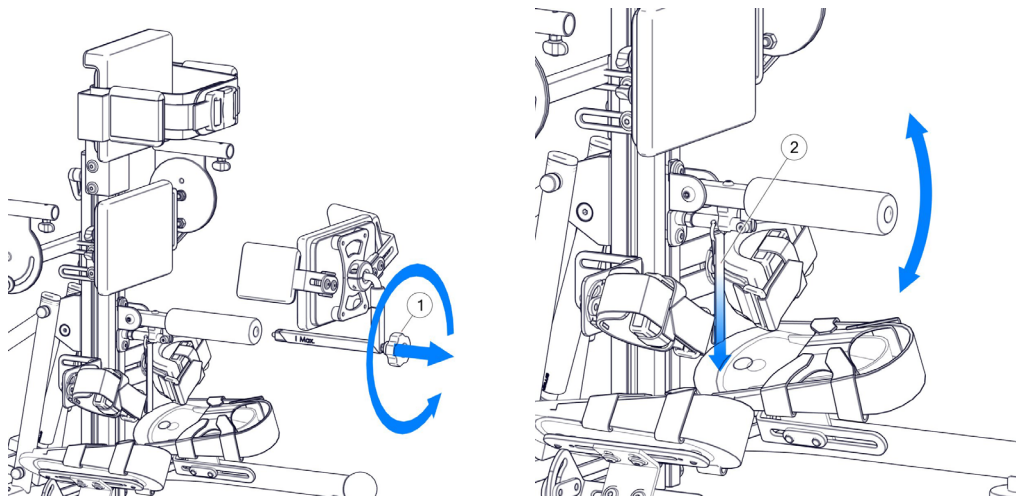
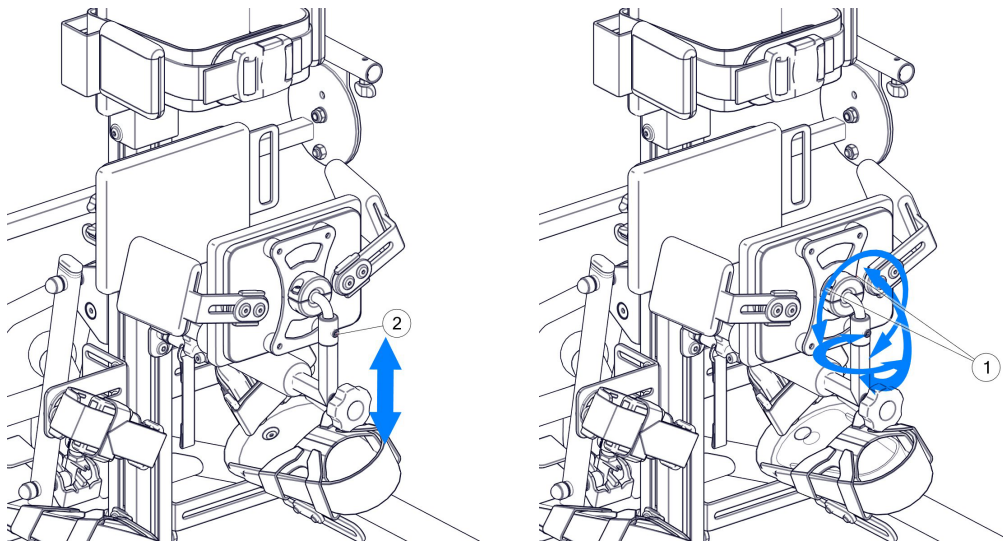

Bild28
Bild29
Siehe Abbildung 28
Nachdem Sie den Patienten in das Gerät gelegt haben, befestigen Sie die hintere Stützhalterung und blockieren Sie sie. Die hintere Stützhalterung ermöglicht eine präzise Einstellung innerhalb aller Ebenen. Nachdem Sie die Tiefe der Rückenstütze eingestellt haben, ziehen Sie den Knopf fest (1) (Abb. 28) und blockieren damit die Möglichkeit, die Rückenstütze herauszuziehen. Der maximale Abstand der Tiefe der Rückenstütze wird mit der Markierung "MAX" angegeben. Die Höhe der Rückenstütze kann durch Lösen der Schraube (2) eingestellt werden (Abb. 29). Nachdem Sie die Höhe der Rückenstütze eingestellt haben, blockieren Sie die Rückenstütze, indem Sie die Schraube (2) bis zum Limit anziehen. Eine präzise Einstellung der Ebene des Kissens, das den Rücken stützt, kann durch Lösen der Schrauben erreicht werden (1) (Abb. 28), und dann ist es entscheidend, die Position der Rückenstütze einzustellen und die Schrauben erneut festzuziehen (1).
Siehe Abbildung 29